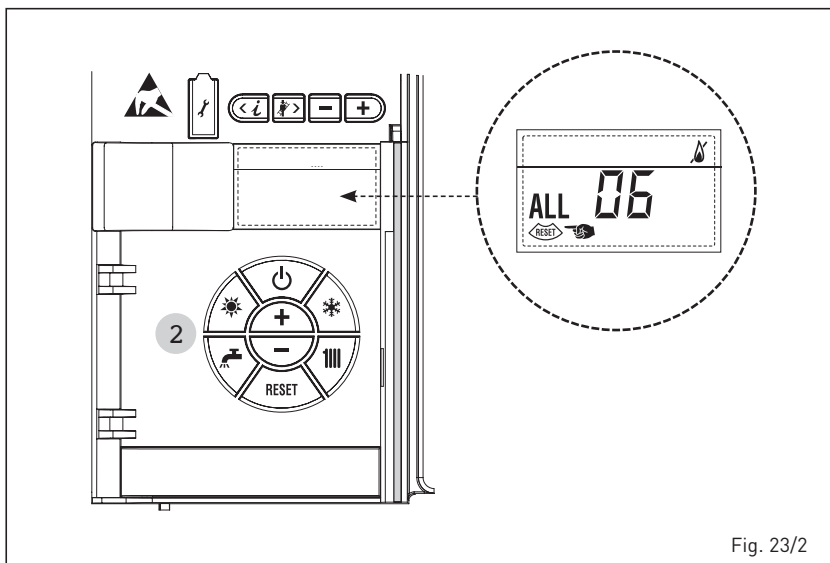

Fig. 23/2
– **“ALL 07” ANOMALÍA TERMOSTATO SEGURIDAD/LÍMITE (fig. 23/3)**